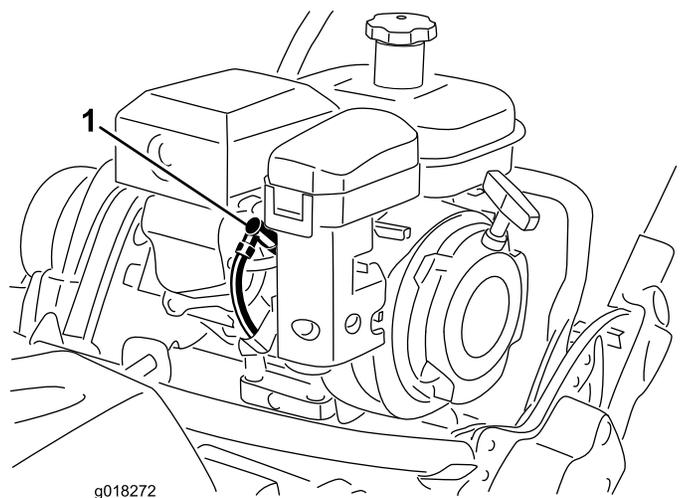

Figura 38
1. Staccate il cappello della candela (Figura 38).